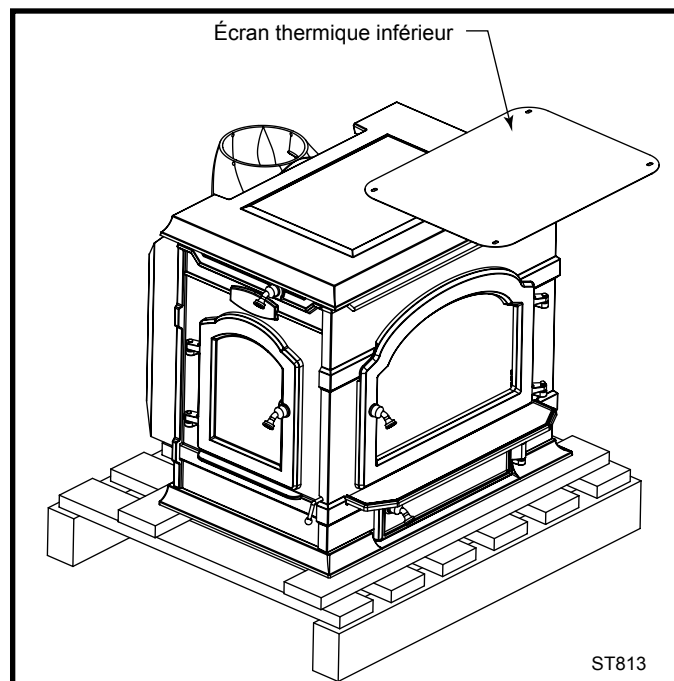

Fig. 19 Retirez la courroie maintenant le poêle à la palette et l'écran thermique de la partie supérieure du poêle.
1. Retirez la courroie maintenant le poêle à la palette et l'écran thermique inférieur fixé à la partie supérieure du poêle. (Fig. 19)